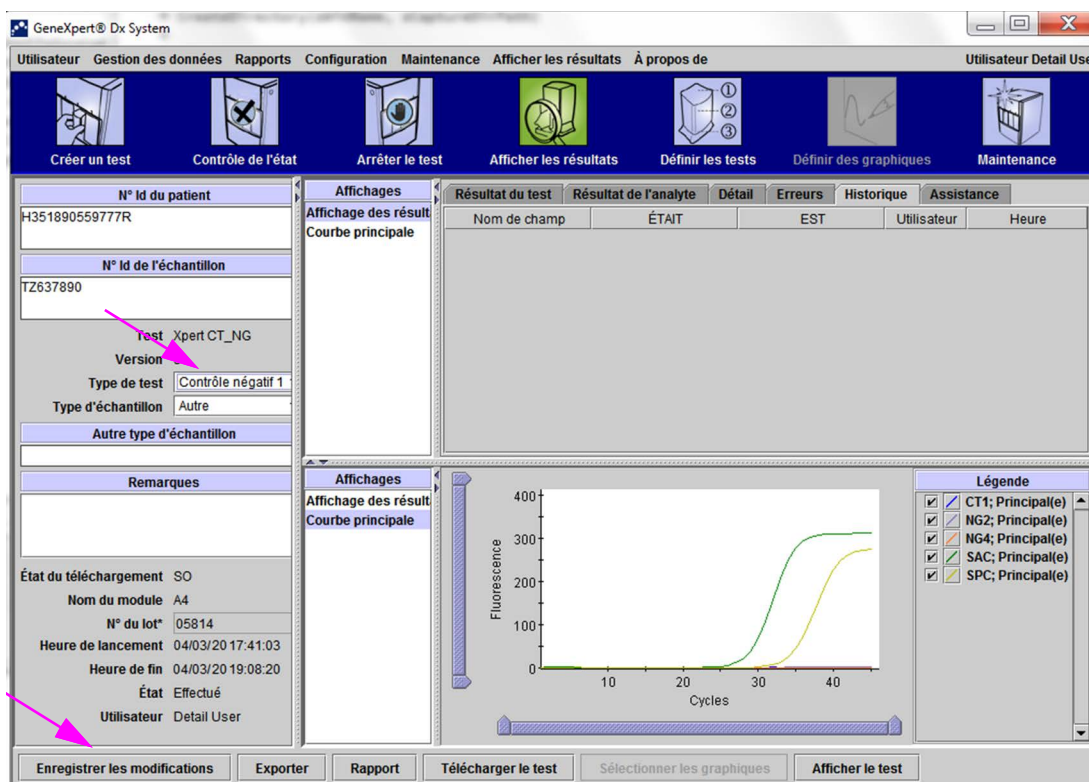
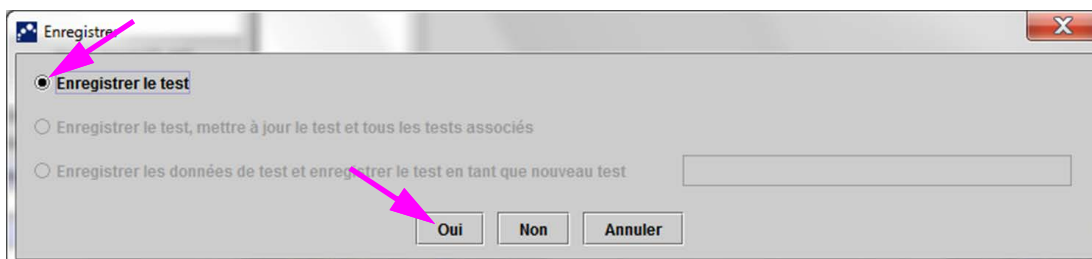

Figure 5-50. Fenêtre Afficher les résultats GeneXpert Dx—Type de test modifié
Figure 5-51. Boîte de dialogue Enregistrer le test
- Modifiez la valeur Type de test en Contrôle négatif, tel qu'illustré à la Figure 5-50.
4. Cliquez sur le bouton **Enregistrer les modifications** situé dans le bas de la fenêtre Afficher les résultats (cf. Figure 5-50). La boîte de dialogue Enregistrer le test s'affiche. Voir Figure 5-51.